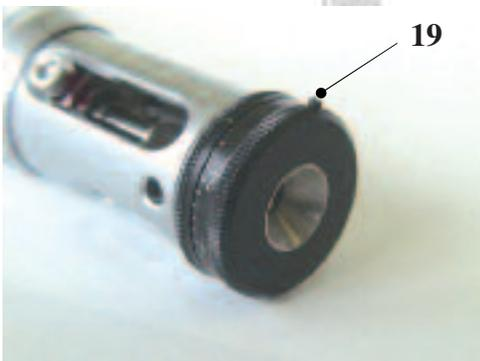

Fig. 19
- Monter la bague de centrage (17) en la tournant légèrement jusqu'en butée mais ne pas serrer à ce stade la vis noire (19), Fig. 19.